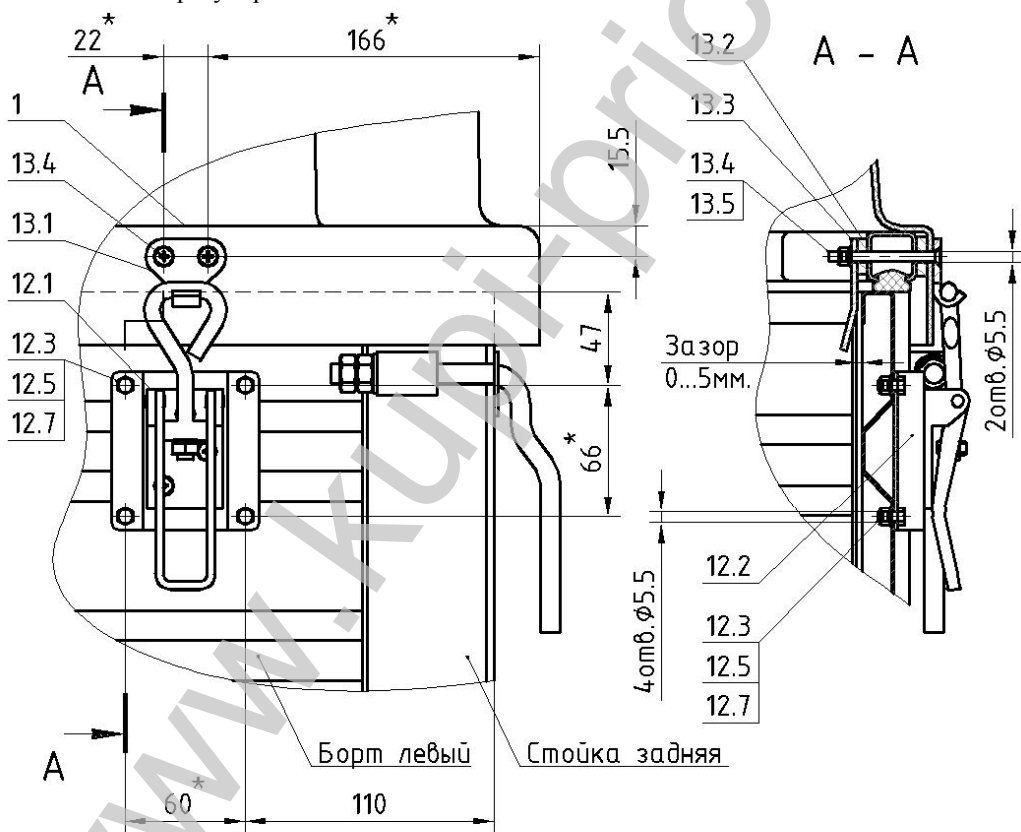

Рисунок 3.
17. Просверлить отверстия  $\varnothing 5.5\text{мм}$  под замки 12, используя подставку замка 12.2 как шаблон, на расстоянии 110мм от задней стойки и 47мм от верхнего края борта (рис. 3).
22. Установить в соответствующем порядке (рис. 3, сечение А-А) винты 13.4, крючок 13.1, проставочную пластину 13.2 и ловушку 13.3.